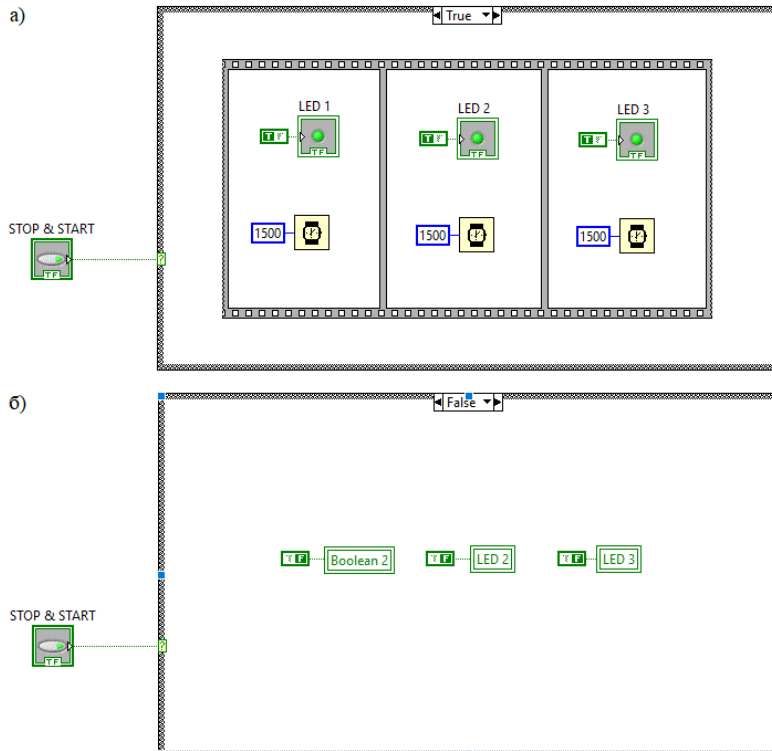

Рис. 15. Блок-діаграма ВП Sequence Structure в поєднанні зі Case Structure:
14. З'єднайте елементи між собою відповідно до рис. 15.